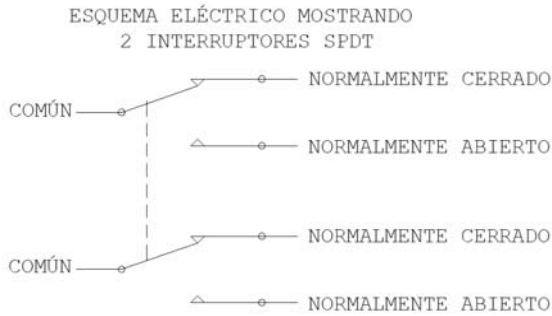

Figura 1: Esquema de 2 interruptores SPDT
3. Después de montar la unidad, la cubierta debe quitarse para ajustar la leva en el eje y activar el microinterruptor en el punto deseado. Es posible que tanto la paleta como el contrapeso deban aflojarse, girarse y volver a ajustarse en el eje para lograr una correcta activación. Consulte la figura 1 y 3 hasta la 6.